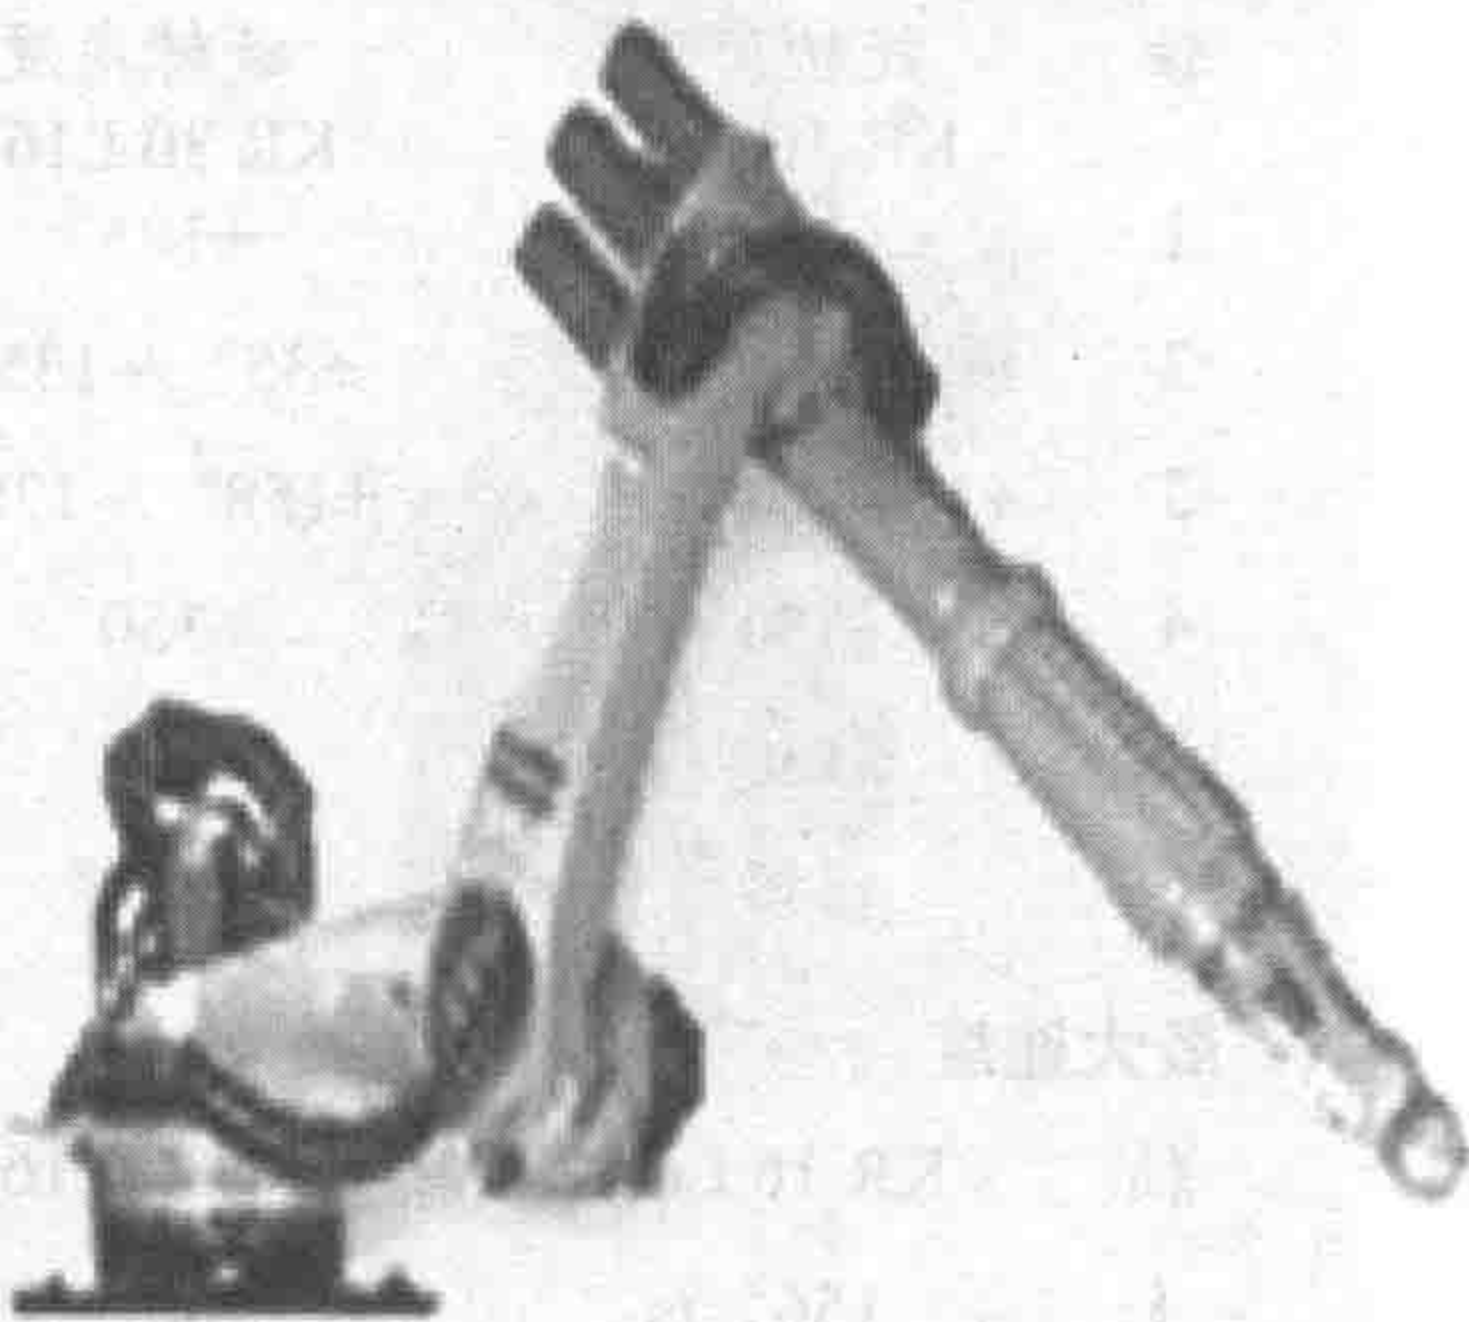

图 1-8
5. KR16 L6-2 KS (F) (领域：铸造、焊接、成型加工机床、搬运与装卸、注塑成型设备等) (图 1-8)